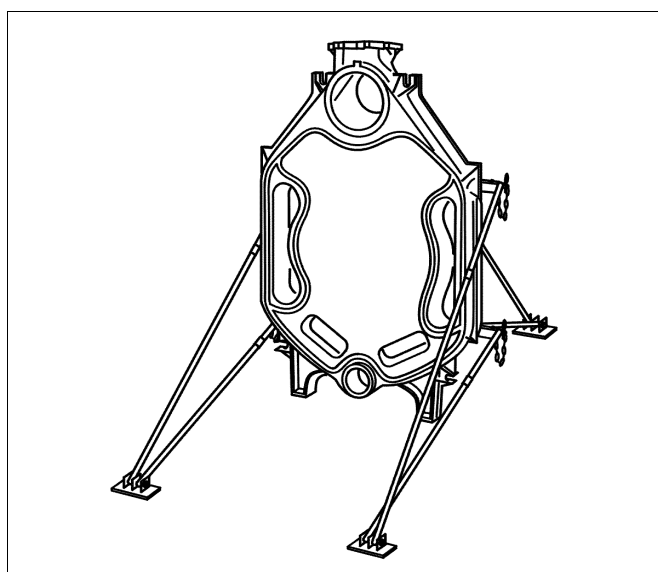
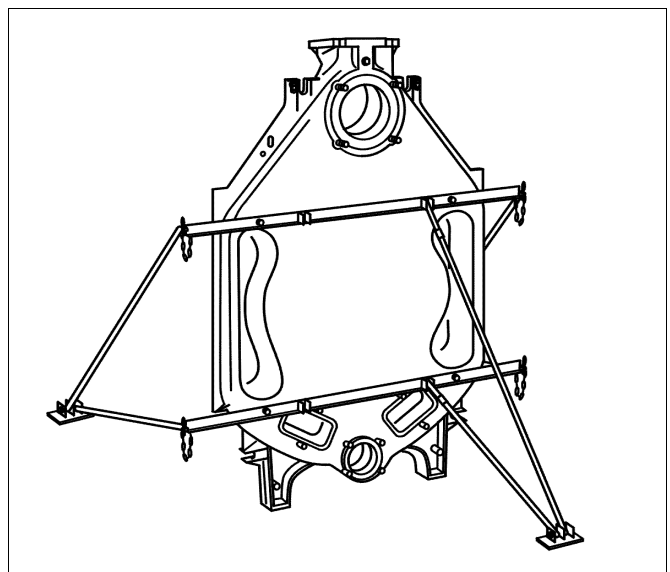

Fig. 6 Elemento posteriore con il set di montaggio
Fig. 8 Fissaggio del set di montaggio
Per mettere in opera gli elementi della caldaia in tutta sicurezza, **Buderus** può fornire a richiesta un set di montaggio (dotazione accessoria), il quale si avvita fissamente all'elemento posteriore ed impedisce la caduta degli elementi della caldaia (fig. 6).
- Piazzare l'elemento posteriore e bloccarlo con l'aiuto del set di montaggio (vedi fig. 8, fig. 6 ed anche l'istruzione separata per il set di montaggio), in modo che non possa cadere.